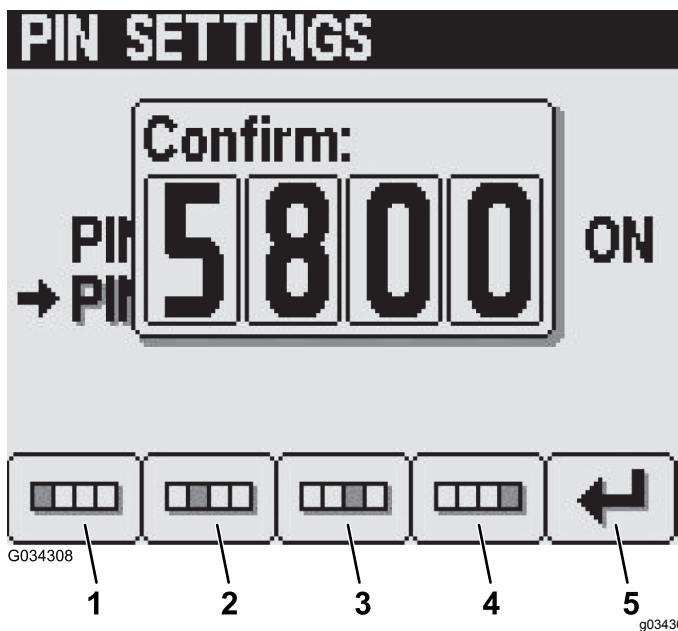

Figura 30
6. Confirme el nuevo PIN con los botones 1 a 4 y pulse el botón 5 cuando haya finalizado el PIN (Figura 30).
Nota: Una vez que confirma los ajustes del PIN (Figura 30), a parece la pantalla Pin Correct